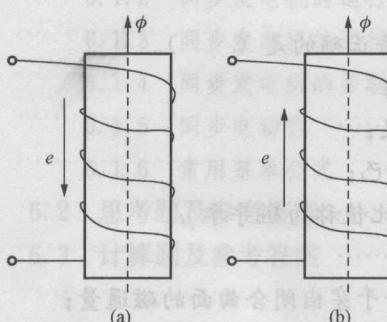

图 1-3
- A. 与图 1-3 (a) 的 ϕ 、 e 方向设定一致；
- B. 与图 1-3 (b) 的 ϕ 、 e 方向设定一致；